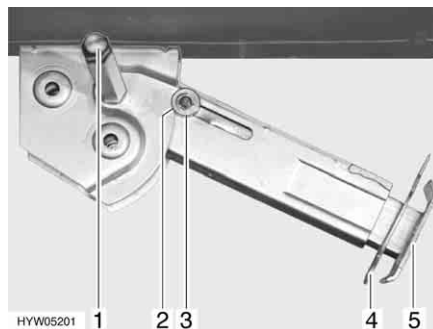

Fig. 33 Vérin stabilisateur
- Placer la clé à pipe sur l'écrou à six pans (Fig. 33,1) et tourner jusqu'à ce que le vérin stabilisateur soit en position verticale vers le bas.
- Retirer la goupille (Fig. 33,4) de la rallonge du pied d'appui (Fig. 33,5).
- Placer la clé à pipe sur l'écrou à six pans (Fig. 33,1) et tourner jusqu'à ce que le vérin stabilisateur se dégage du sol.
- Rentrer complètement la rallonge du pied d'appui (Fig. 33,5) et insérer la goupille (Fig. 33,4) dans le trou prévu à cet effet.
- Tourner la clé à pipe sur l'écrou à six pans (Fig. 33,1) jusqu'à ce que le vérin stabilisateur ait pivoté vers le haut et le disque de guidage (Fig. 33,3) soit complètement rentré dans l'encoche (Fig. 33,2).